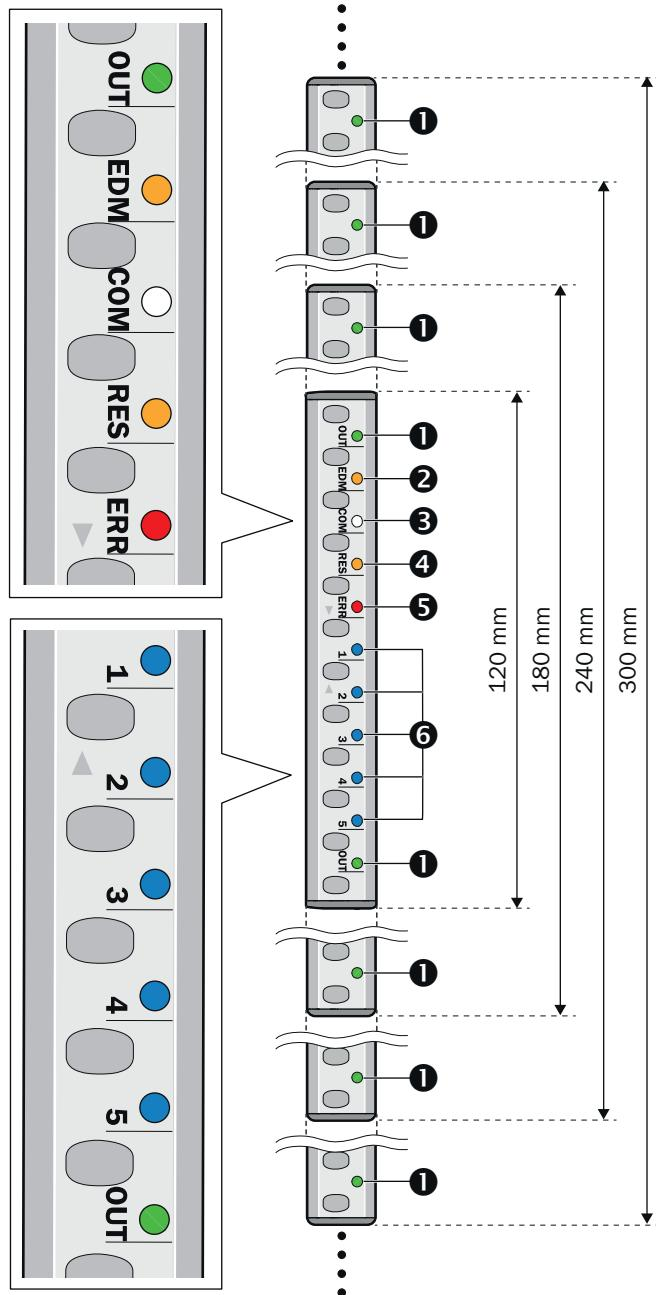

Рисунок 7: Светодиоды Twin-Stick
рисунок 7 отображает светодиоды световой завесы безопасности. Начиная с высоты защитного поля 180 мм светодиод OUT (1) расположен с регулярными интервалами и может гореть красным или зелёным. Он отмечен OUT только в двух положениях световой завесы безопасности.